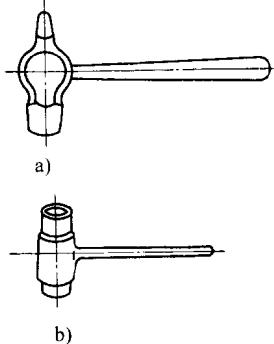

图 1-21 弹性锤子
### (4) 弹性锤子 弹性锤子主要有铜锤和木锤两种，见图 1-21。